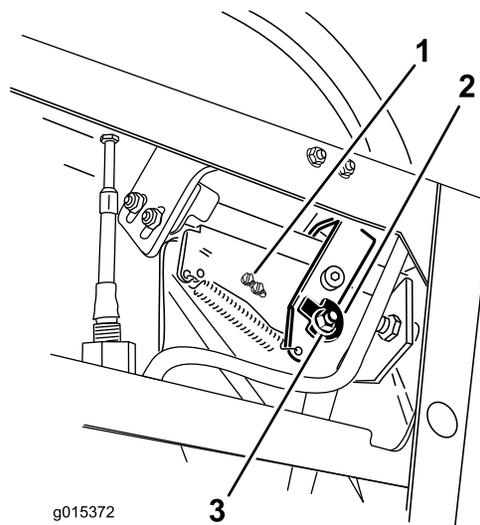
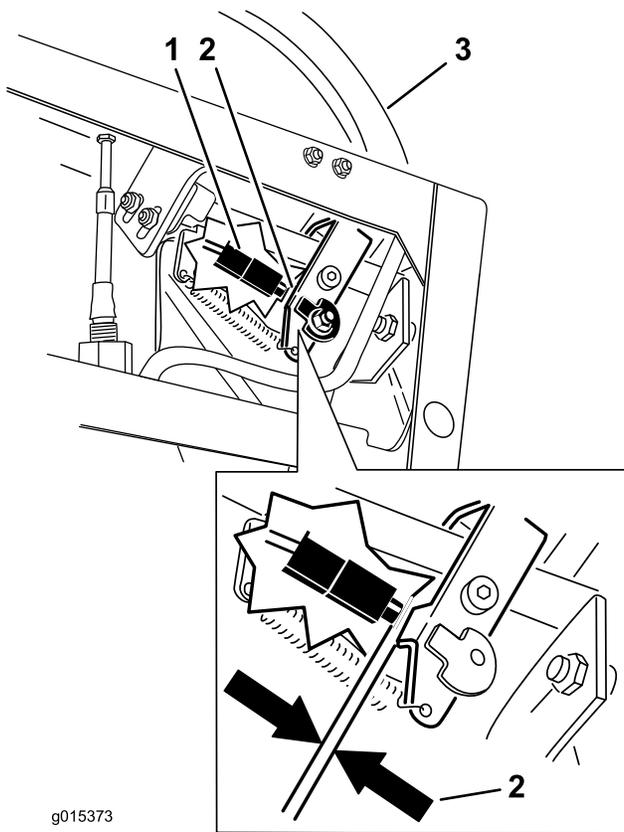

Figure 76
Figure 77
2. Desserrez l'écrou et le boulon de fixation de la came (Figure 76).
1. Vérifiez l'écartement entre le levier de commande et l'interrupteur comme montré à la Figure 77. L'écartement doit être de 3 mm (1/8 po) lorsque le levier de commande de déplacement droit est au point mort, en position déverrouillée.
2. Au besoin, desserrez les vis de fixation de l'interrupteur et réglez l'interrupteur (Figure 76 et Figure 77).